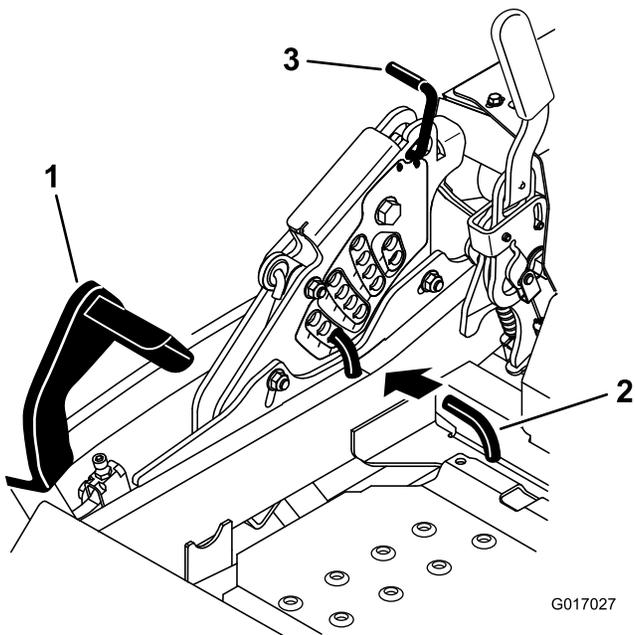

Figura 25
2. Pise el pedal de elevación de la carcasa y eleve la carcasa a la posición de transporte (que es también la posición de altura de corte de 140 mm [5-1/2 pulgadas]) (Figura 25).
3. Para ajustar la altura de corte, gire el pasador 90 grados y retire el pasador del soporte de altura de corte (Figura 25).
4. Seleccione el taladro del soporte de altura de corte que corresponde a la altura de corte deseada, e inserte el pasador (Figura 25).